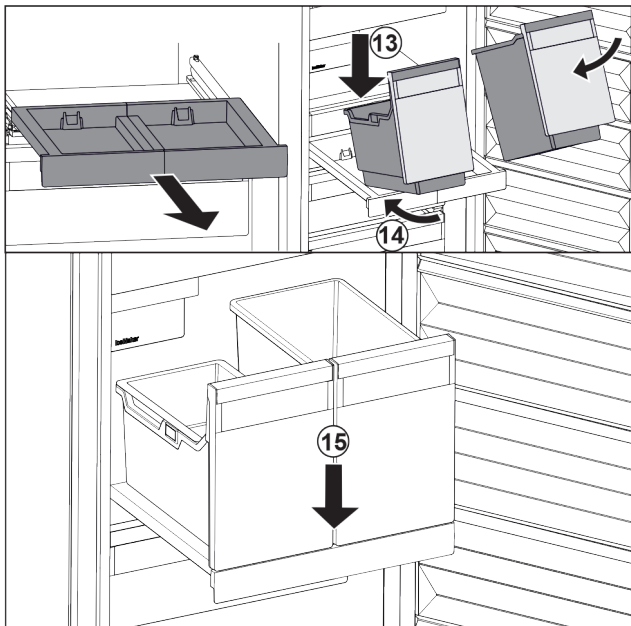

Fig. 95
- ▶ Bak schuin op het uitschuifplateau plaatsen. Fig. 95 (13)
- ▶ Bak er schuin naar achteren inschuiven. Fig. 95 (14)
- ▶ Bak aan voorzijde neerzetten. Fig. 95 (15)